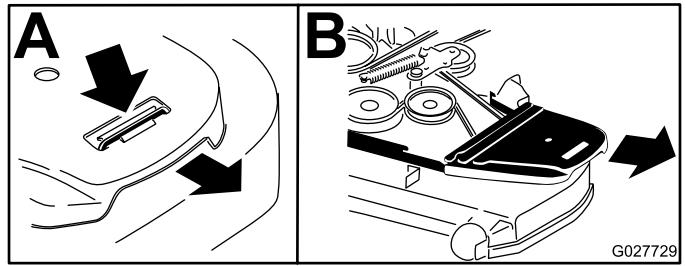

Figura 62
7. Rimuovete i copricinghia (Figura 62).